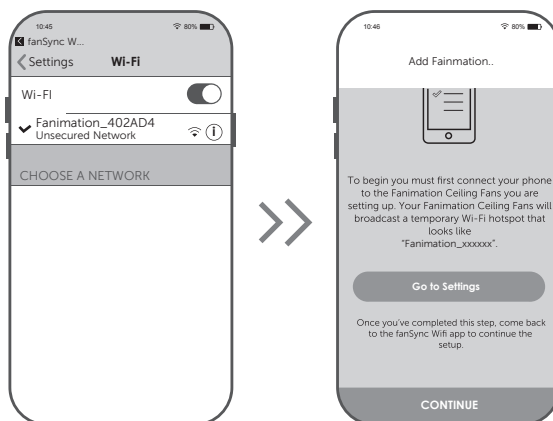

Figura 6
- ☐ **6.** Vuelva a colocar la cubierta de la batería en el mando a distancia con un tornillo retirados previamente. (Figura 6)
- ☐ 6. En la configuración WiFi de su dispositivo inteligente, seleccione el dispositivo Fanimation_XXXXXX y vuelva a la aplicación fanSync WiFi y pulse “CONTINUAR”. (Figura 6)